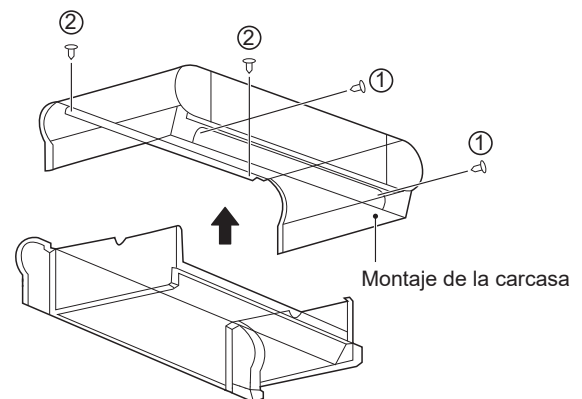

Figura 5-17 Extracción de la carcasa
Tal como se muestra en la Figura 5-17, retire los tornillos ①\*2 y ②\*2 y luego la carcasa.